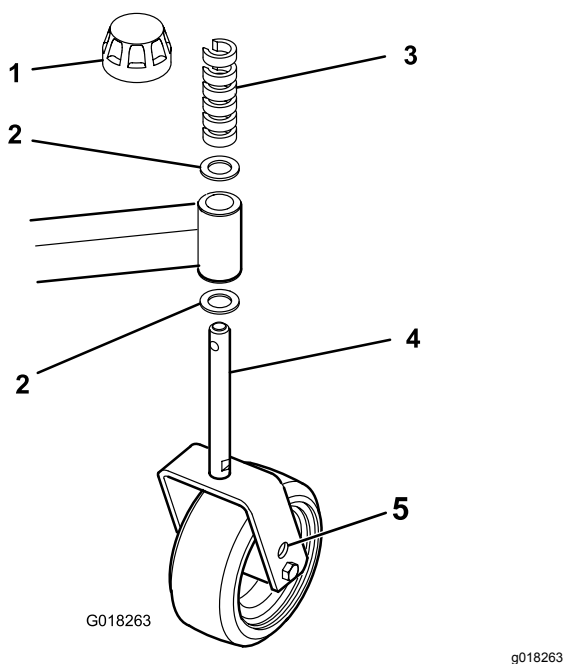

図 19
6. 前または後キャストアームにシムを入れてカットティングユニットに必要なピッチを出す 図 19。